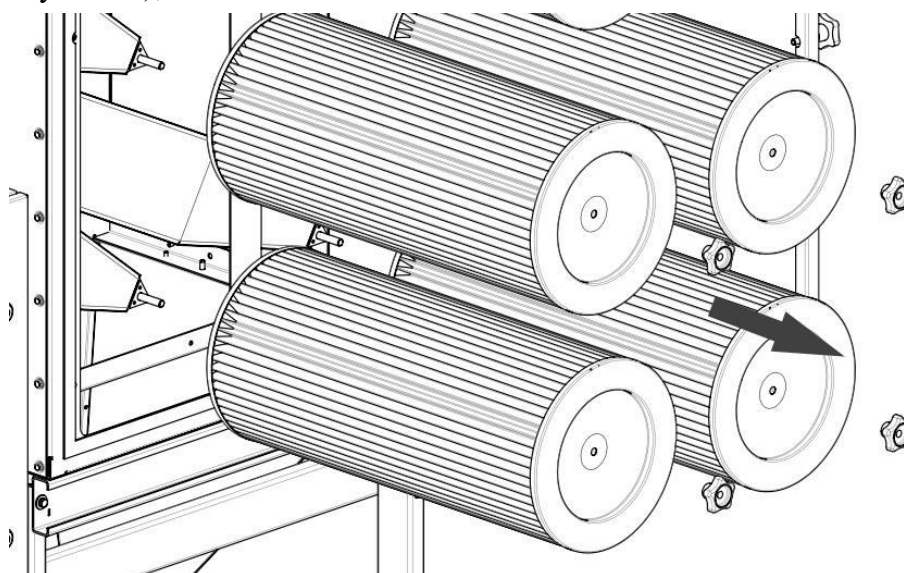

**Рисунок 16**
2) повернуть ручку крана слива конденсата нижнего модуля, произойдет сброс воздуха всей системы фильтра (рисунок 16);